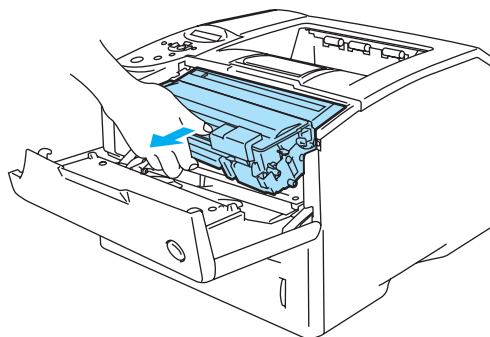

Figure 5-13
- Pour éviter tout dommage à l'imprimante résultant de l'électricité statique, ne mettez pas les doigts sur les électrodes indiquées dans la figure 5-13.